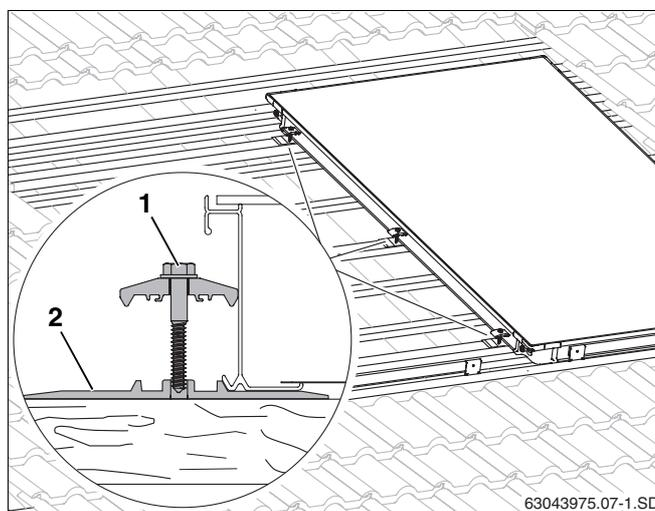

Fig. 24 Giunti di collegamento bilaterali sul primo collettore
- Sollevare leggermente il collettore e spingere fin sotto il collettore le piastre di rinforzo (fig. 24, **pos. 2**) con i relativi giunti di collegamento bilaterali del 2° e del 3° listello aggiuntivo, nonché quelle al centro del collettore di un listello preesistente, finché l'alzata non urta contro il bordo inferiore del collettore.
- Per permettere l'inserimento della vite (fig. 24, **pos. 1**) è necessaria una sgrossatura con una punta da trapano da 4 mm. Come punti di riferimento utilizzare le tacche della piastra di rinforzo.